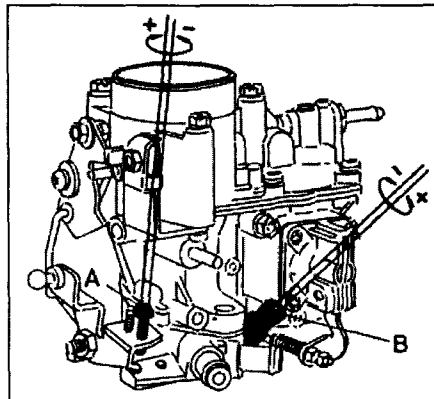

Рис. 4.3 Местоположение регулирующих винтов холостого хода
- 4 Установите необходимые обороты двигателя винтом "оборотов" (рис. 4.3).